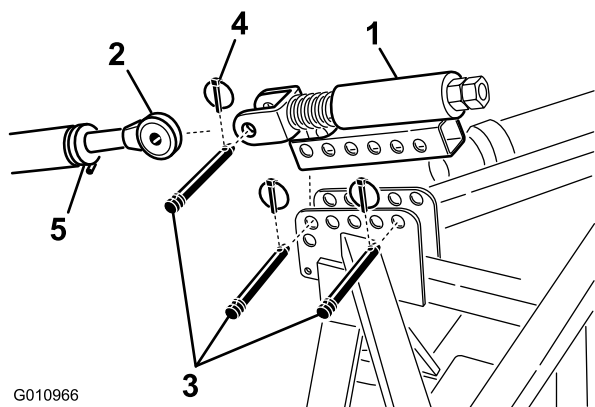

Bild 9
1. Befestigen Sie den hydraulischen Oberlenker mit den zwei Steckstiften und Klappsteckern an der Aerifizierhalterung (Bild 9)
2. Lösen Sie die Sicherungsmutter am Traktoroberlenker. Stellen Sie die Länge des Oberlenkers ein, bis er mit der Gabel am gefederten Oberlenker des Aerifizierers ausgefluchtet ist (Bild 9).
3. Befestigen Sie den Traktoroberlenker an der Lastöse am hydraulischen Oberlenker und befestigen Sie ihn mit einem Steckstift und einem Klappstecker (Bild 9).
6. Drehen Sie den Oberlenker, bis die Feder ungefähr 1,28 cm komprimiert ist (Bild 9).